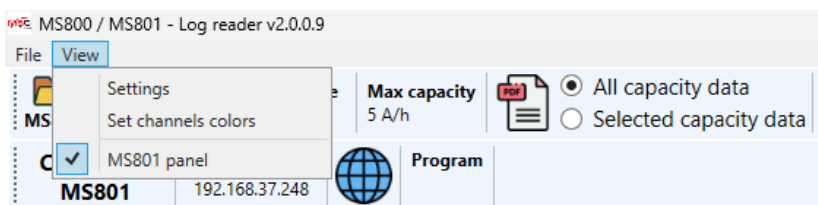

Рисунок 25
2. Для работы с тестером нужно активировать опцию «MS801 panel» (рис. 25).